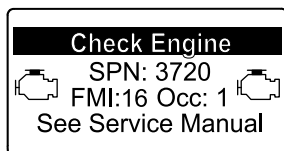

Figura 44
- Aviso do motor SPN 3720, FMI 16 (Figura 44)